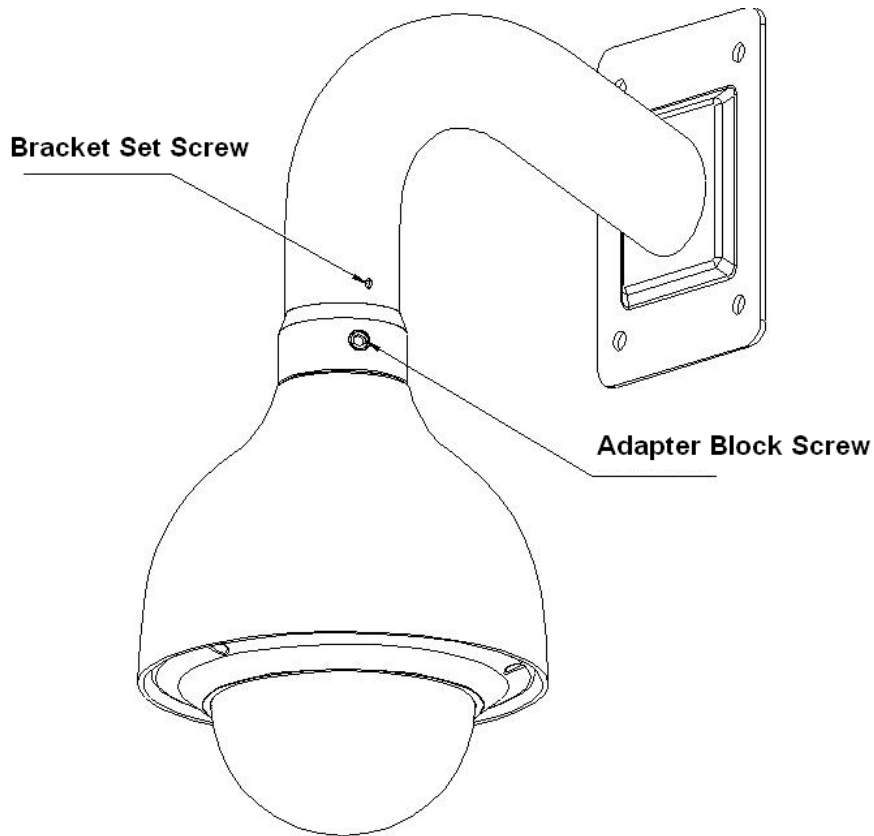

Рисунок 4-2
- 2) Согласно Рисунок 4-2 с помощью внутреннего резьбового соединения кронштейна для настенного крепления до конца присоедините блок переходника и затем закрепите установочным винтом. Проведите составной кабель интеллектуальной скоростной купольной камеры через блок переходника и вытяните с другой стороны кронштейна для настенного крепления. Совместите выступ на верхней части внешней оболочки с внутренним отверстием блока переходника и вставьте его до конца, а затем надежно затяните три винта блока переходника. **Обратите внимание: этот шаг очень важен. Убедитесь в надежности винтовых креплений, в противном случае существует риск падения интеллектуальной скоростной купольной камеры.**